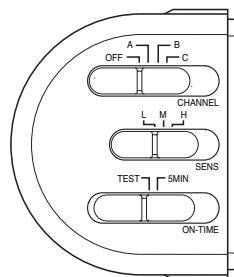

Figure 7
- Faites glisser le commutateur CHANNEL en position OFF, le commutateur de sensibilité (SENS) en position « L » et le commutateur ON-TIME en position TEST (voir la Figure 7). *Remarque :* Le mode TEST contourne la photocellule (qui ferme le luminaire pendant la journée), permettant de faire l'essai du luminaire de jour comme de nuit.
1. Faites glisser le commutateur CHANNEL sur la voie souhaitée (A, B ou C) sur tous les luminaires à interconnecter (voir la Figure 7).